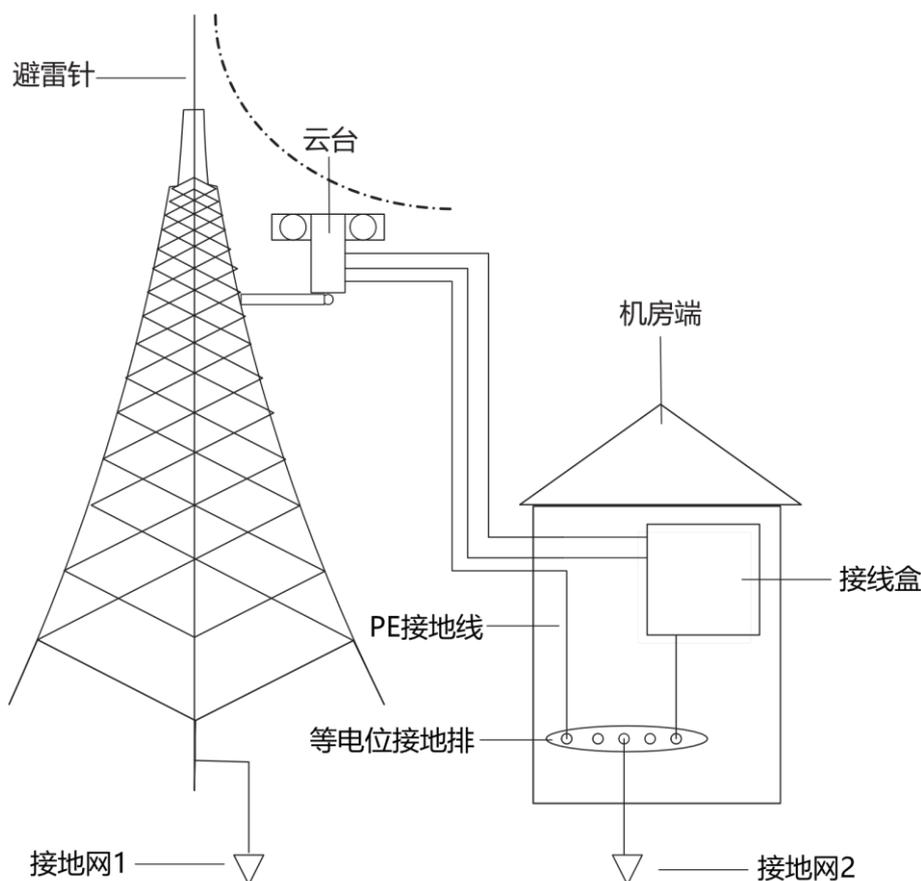

图2-2 云台接地示意
- 云台黄绿色接地口外接的 PE 接地线不得直接接到避雷针塔身的接地网 1，需如图 2-2 所示单独接到机房端等电位接地排。接地装置必须满足系统抗干扰和电气安全的双重要求，并不得与强电网零线短接或混接。